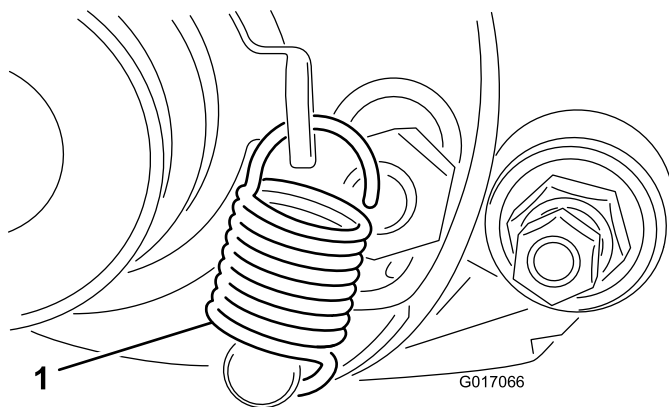

図 13
29. アイドラプリーを回してシフトレバーのスプリングをゆるめ、スプリングをプーリブラケットの穴とスタッドに 図 13 のように取り付ける。